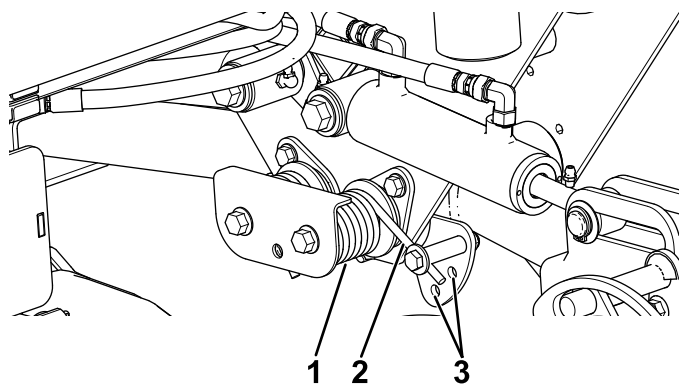

図 44
2. 調整作業の最中に、スプリングのテンションが掛からないようにするため、スプリングの長い方の端にパイプなどを通してスプリングの力を殺しておく(図 44)。
3. スプリングのテンションをなくしたら、スプリングアクチュエータを固定しているボルトとロックナットを外す(図 44)。